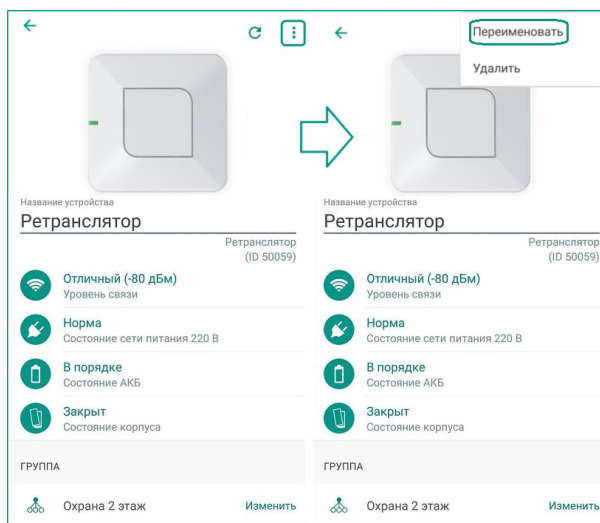

Рисунок 11.3 – Вызов меню на экране настройки ретранслятора
- 3) В меню выберите пункт *Переименовать* (см. рисунок 11.3).